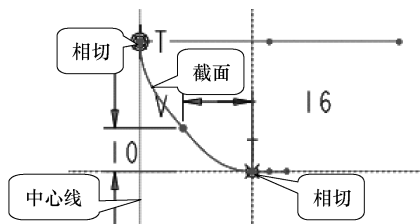

图 6-113 定义截面
(7) 单击对话框中的【创建或编辑截面】按钮，进入草绘界面，草绘样条曲线作为截面，草绘中心线作为参照，约束样条曲线左上点和竖直中心线相切，约束样条曲线右下点和水平参照相切，标注尺寸如图 6-113 所示。